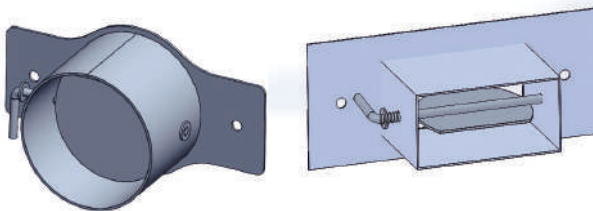

Рис.2 Варианты выходов дымохода
3.5. На задней стенке корпуса (кроме модели КП-10) предусмотрена возможность подключения выхода дымохода (круглого или прямоугольного сечения) котла к дымовому каналу (Рис. 2); сбоку с обеих сторон в нижнем углу фланец - для приема воды из отопительной системы (7); в верхнем углу фланец - для подачи воды в систему (6).